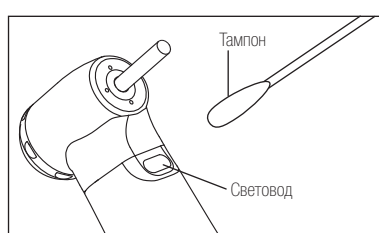

Рис. 4
- Удалите все загрязнения и масло (Рис. 4).